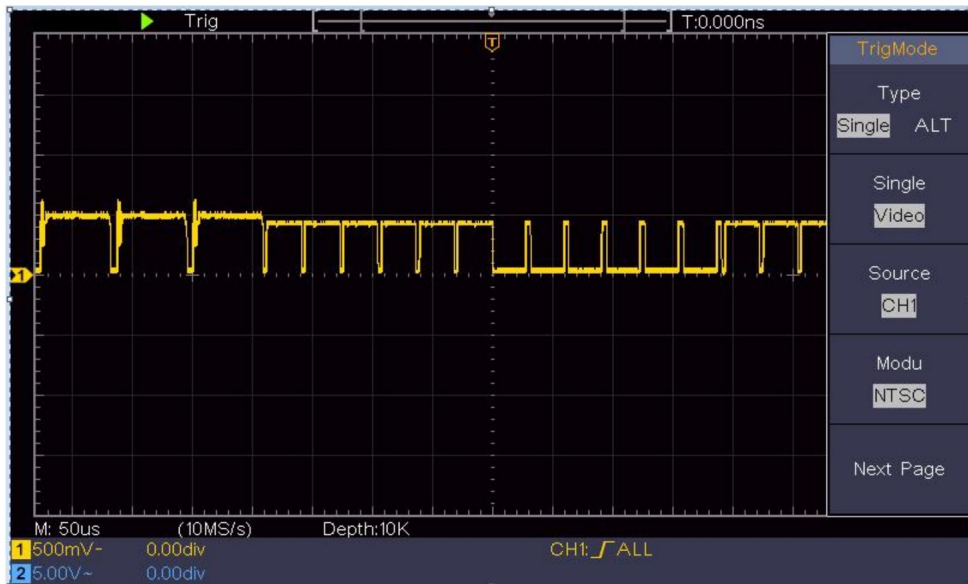

Figura 6-7 Forma de onda capturada del disparador de campo de video
- (1) Presione el botón del menú de activación para mostrar el menú derecho.
- (2) En el menú de la derecha, seleccione Tipo como Único.
- (3) En el menú de la derecha, seleccione Individual como Vídeo.
- (4) En el menú de la derecha, seleccione Fuente como CH1.
- (5) En el menú de la derecha, seleccione Modo como NTSC.
- (6) En el menú de la derecha, presione Página siguiente, seleccione Sincronizar como campo.
- (7) Gire la escala vertical, la posición vertical y la escala horizontal perillas para obtener una visualización de forma de onda adecuada (ver Figura 6-7).